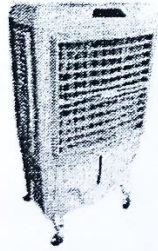

Figura. 5
- A) Retire a entrada de água, ver Figura 5;